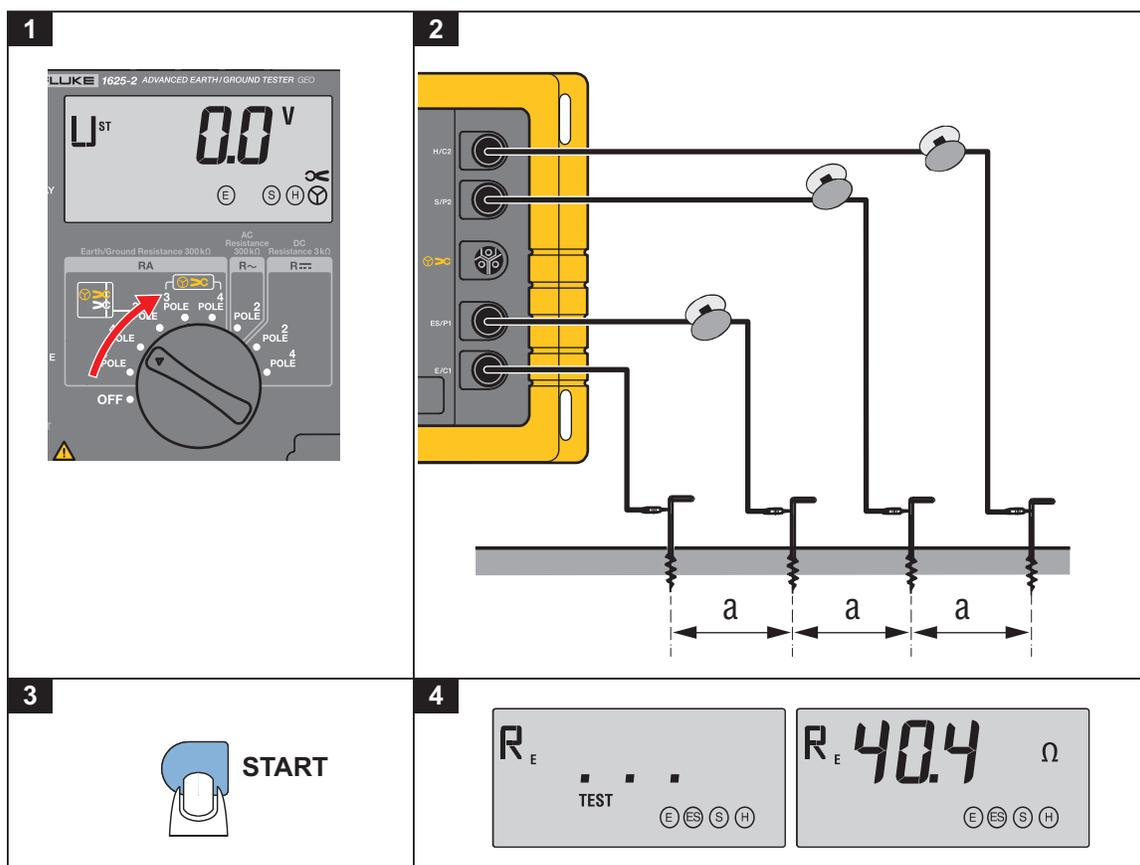

Figura 11. Medición de la resistividad del suelo
La resistividad del terreno es la cantidad geológica y física para el cálculo y diseño del sistema de conexión a masa. El procedimiento de medición que se muestra en la Figura 11 usa el método desarrollado por Wenner (V.Wenner, A method of measuring earth resistivity (Un método para la medición de la resistividad de la masa; Bull. National Bureau of Standards, Bulletin 12 (4), Paper 258, S 478-496; 1915/16).